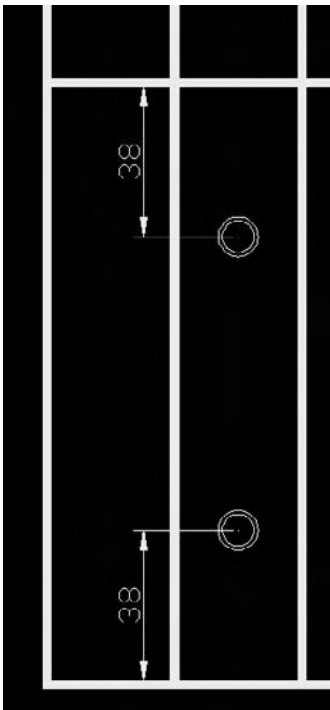

Fig.14.8
- 8 Placez le luminaire ainsi créé, dans le second panneau du plafond à une distance de 38 cm du bord inférieur et un autre à 38 cm du bord supérieur (fig.14.8).